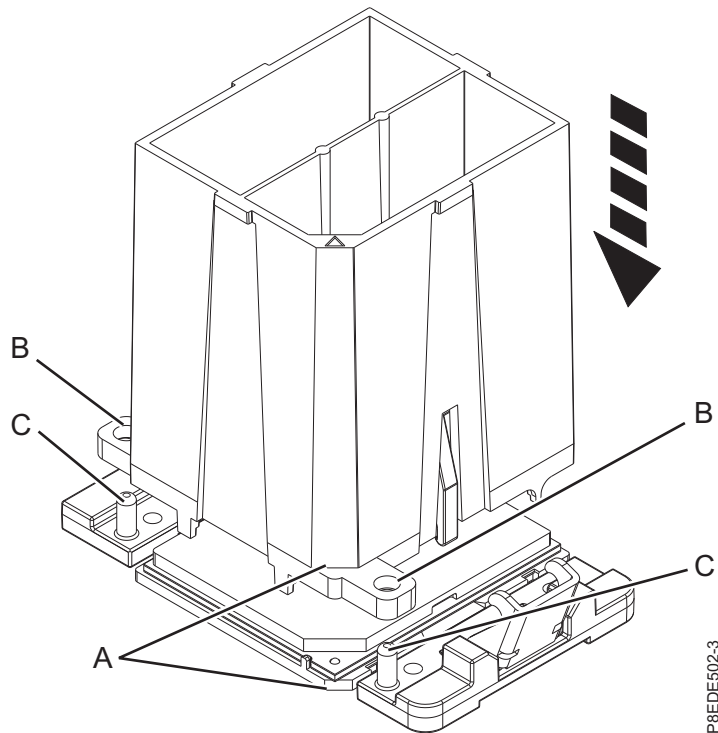

Figura 6. Abaixando a ferramenta de remoção no módulo de processador do sistema
- a. Usando a ferramenta de remoção fornecida, alinhe a aresta biselada (**A**) da ferramenta sobre a aresta biselada do módulo do processador do sistema, conforme mostrado na Figura 6 na página 8.